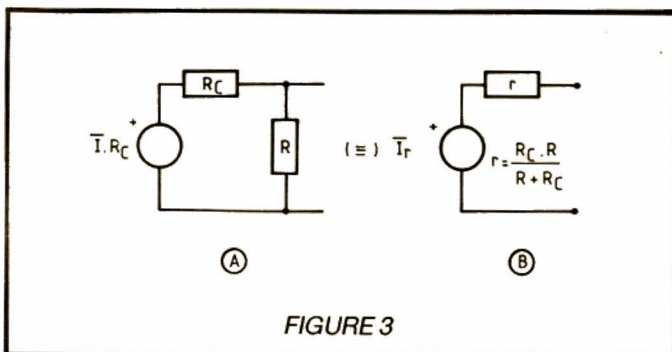

FIGURE 3
a) Le générateur de Thévenin de la figure 2B peut être remplacé par celui de la figure 3. La f.e.m. de ce nouveau générateur est  $\bar{E}'_{th}$  telle que :